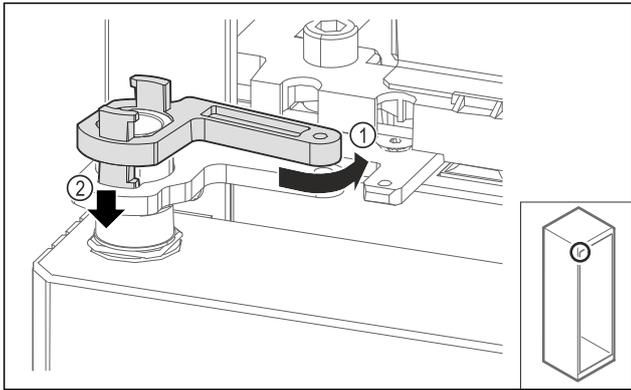

Fig. 71
- ▶ Слегка поверните фиксатор опорного кронштейна в обратную сторону Fig. 71 (1), нажмите на него сверху вниз Fig. 71 (2) и заблокируйте в шарнирном уголке.